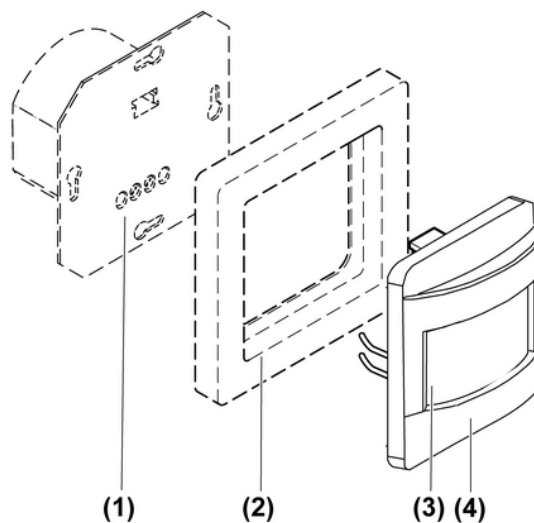

Bild 1
- Blende (4) abnehmen (Bild 1).
- Mit Einsteller **Sens.** (5) Empfindlichkeit einstellen.